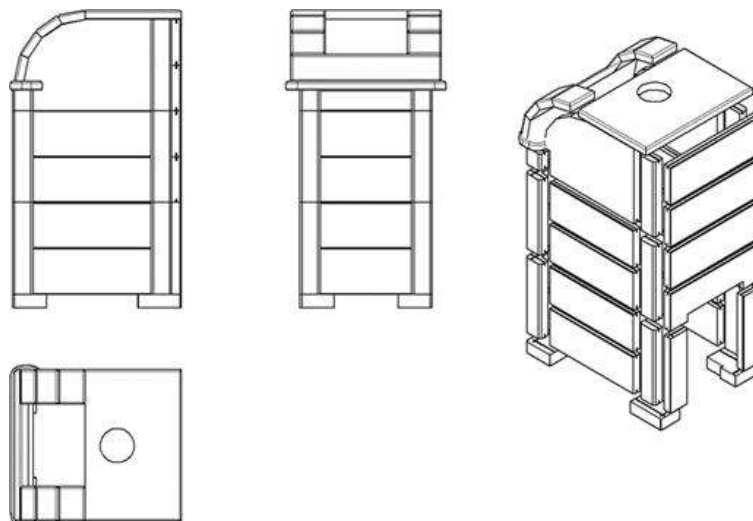

Рис.21 Схема сборки облицовки печи Калита Князь
2.3.10.1 Сборка декоративно защитного ограждения осуществляется по ярусам, согласно нумерации, проставленной на внутренней стороне каждой из каменных плит в соответствии со схемой сборки см.рис.21. Первая цифра обозначает номер стороны, вторая номер яруса. Нумерация сторон начинается от проёма топочного тоннеля по часовой стрелке.
2.3.10.2 Сборка начинается с установки опор декоративно защитного ограждения поз. 1, рис.21 и плиты под номером 1/1, далее по нумерации. Соединение плит между собой производится с помощью закладных элементов, устанавливаемых между плитами (поставляется в комплекте). Закладные элементы также имеют маркировку, указывающую на ярус и сторону установки.